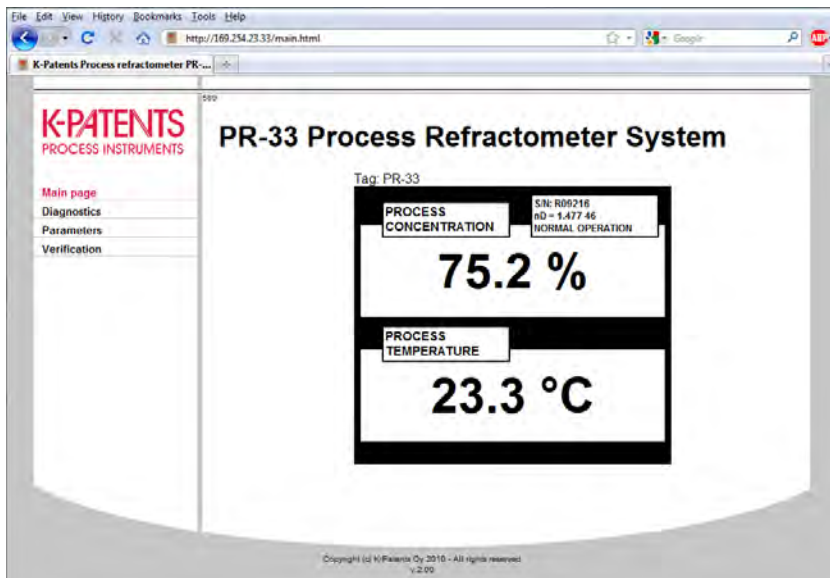

Figura 5.1 Página principal
4. Aguarde até a página inicial ser carregada, pode demorar alguns segundos. A página tem aparência semelhante à da Figura 5.1; a aparência exata da página depende de qual navegador estiver sendo usado e também das configurações da tela. Por isso espere ligeiras variações na exibição.